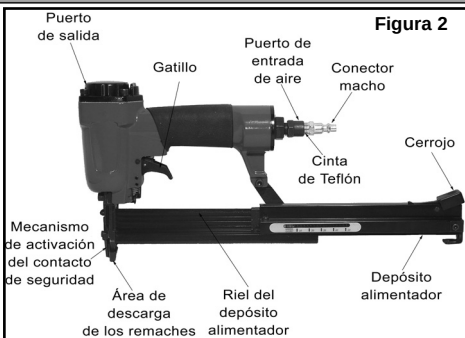

Figura 2
- Instale un conector macho NPT de 1/4" (no incluido) dentro del puerto de entrada de aire de la herramienta (vea la figura 2). **Nota: use cinta de Teflón® en todas las conexiones.**